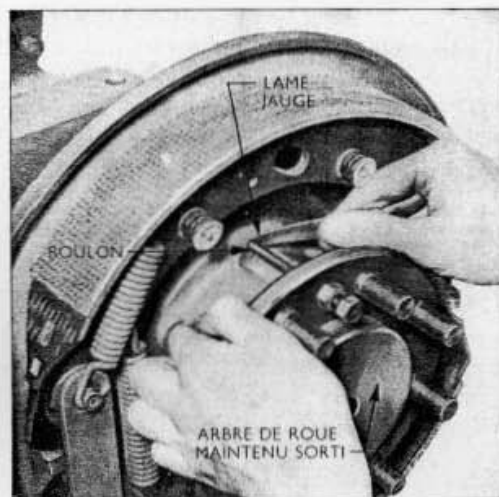

Fig. 12
11. Exercer une traction énergique sur l'arbre et faire tourner la bride pour asseoir le roulement sur sa cuvette, et mesurer l'espace entre l'extrémité du boulon et le point correspondant de l'arrêt (fig. 12). Cet interstice, qui représente le jeu axial de l'arbre, doit être de 0,10 à 0,30 mm; s'il est hors de ces limites, il convient d'extraire l'arbre et d'ajouter ou d'enlever des cales sur les goujons pour augmenter ou diminuer le jeu axial.